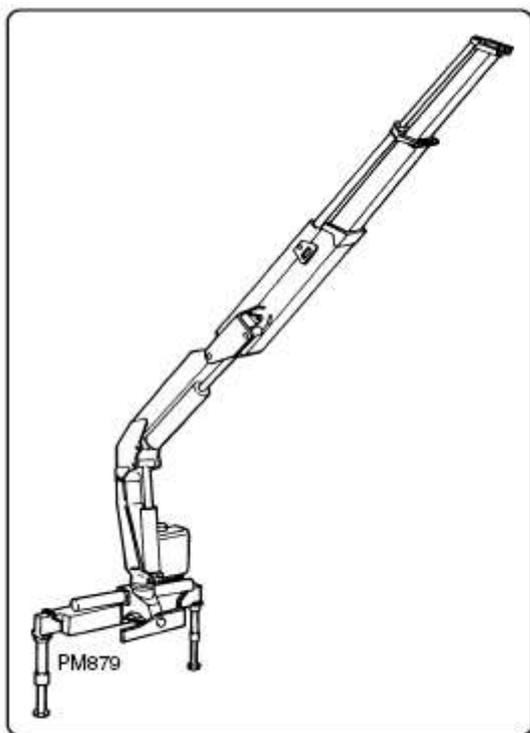

Рис. 8.15.1
- б) полностью разложите кран (рис. 8.15.1), включая цилиндры опор и поворотной системы, поворачивая кран до конца хода на стороне, противоположной положению сложенной стрелы крана.